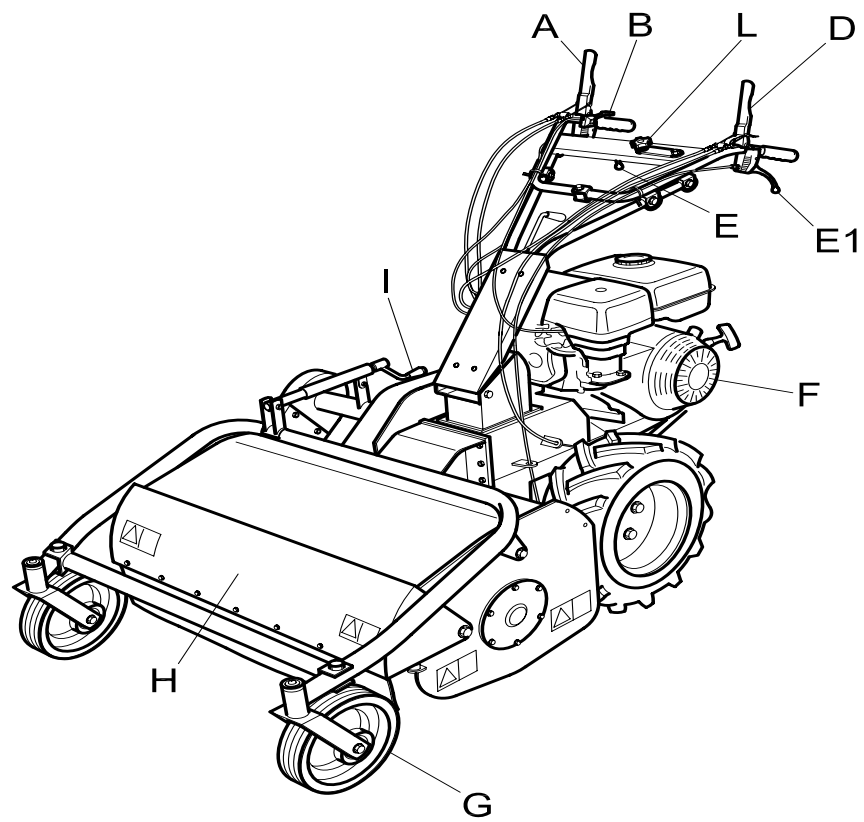
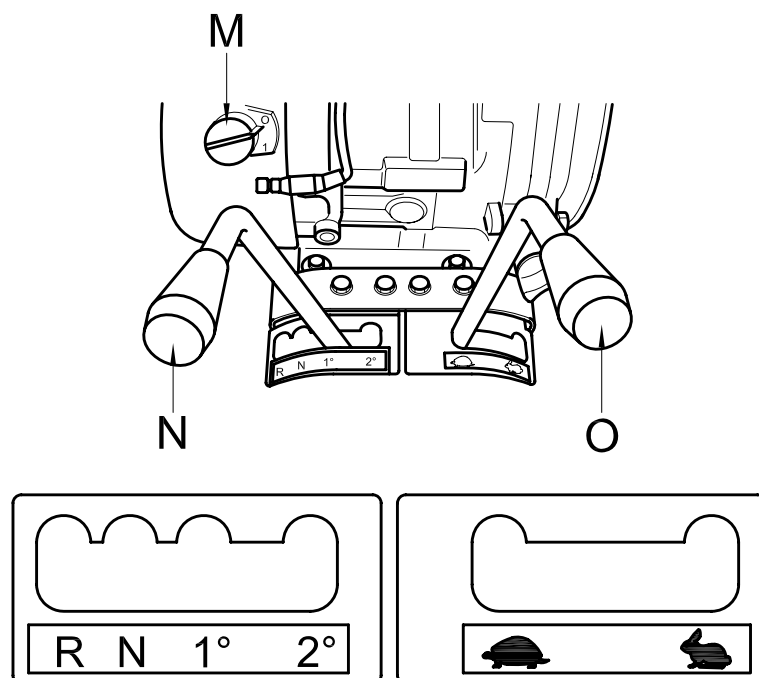

Figure 1
Figure 2
La protection antérieure (Fig. 1 Réf. H) s'ouvre ou se ferme automatiquement en fonction du volume de l'herbe à couper. L'utilisation de la machine est interdite lorsque la protection est ouverte car cela risquerait de provoquer la projection d'objets.
Ce levier permet de sélectionner la vitesse d'avance de la machine (réduite/rapide). En cas d'utilisation synchronisée de ce levier avec le levier de vitesse (Fig. 2 Réf. N), sa manipulation permet d'obtenir 4 marches avant et 2 marches arrière.
Avant d'actionner le levier de commande de vitesse réduite/rapide(Fig. 2 Réf O), il est nécessaire de positionner le levier de vitesse (Fig. 2 Réf N) en position de point mort . Enclencher la vitesse désirée seulement après.
EN PENTE,UTILISER EXCLUSIVEMENT LA VITESSE REDUITE EN MAINTENANT POUR CELA LE LEVIER DE COMMANDE VITESSE REDUITE/RAPIDE TOUJOURS EN POSITION VITESSE REDUITE (Fig.2, Réf.O)
Vérifier que vous avez correctement sélectionné les positions des leviers (Fig. 2 pos. N et O) et que ces dernières sont solidement en position ; dans le cas contraire, actionner brièvement le levier d'avance (Fig. 1 Pos. A) afin de permettre l'enclenchement parfait de la vitesse. Ceci peut être plus particulièrement utile durant les premières heures de fonctionnement de la machine.
- Avant de démarrer le moteur, vérifier que les deux leviers d'enclenchement (embrayage d'avance - Fig. 1, Réf. A et embrayage lames - Fig. 1, Réf. D) se trouvent en position de désactivation (relâchés) ; le frein est alors automatiquement actionné ; par conséquent, positionner le levier de sélection de marche au point mort (voir Fig. 2 , ref. N)
- Le couvercle de protection situé devant les lames (Fig. 1, Réf. H) doit toujours être fermé durant l'utilisation de la machine.